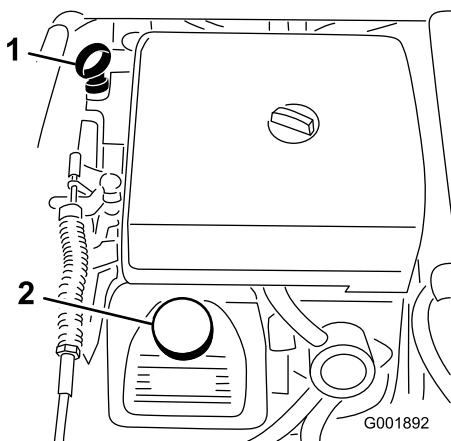

Рисунок 21
2. Выньте измерительный щуп и протрите его чистой ветошью (Рисунок 21). Вставьте щуп в трубку и убедитесь, что он посажен до упора. Выньте щуп и проверьте уровень масла.
3. Если уровень масла низкий, снимите крышку заливной горловины с крышки клапана (Рисунок 21) и залейте масло в отверстие до отметки Full (Полный) на щупе; для определения необходимого типа и вязкости масла обратитесь к разделу «Техническое обслуживание двигателя. Замена